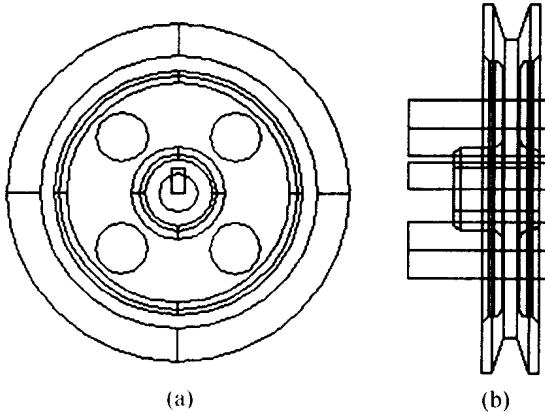

图 1-5
4. 隐藏 UCS 图标并删去辅助图线, 执行如下命令作出键槽图形如图 1-5(a)所示;